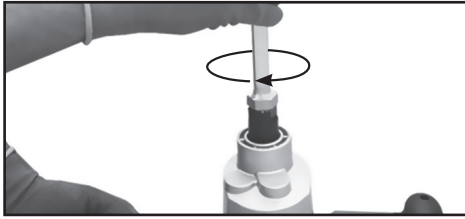
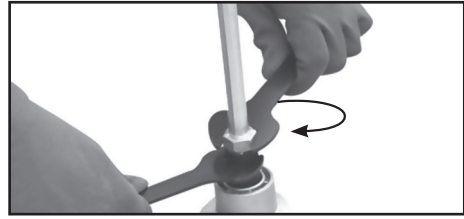

Fig. 2 - FIXAÇÃO DO BATEDOR NO EIXO
Fig. 3 - TRAVAMENTO DA HASTE NO EIXO
2. Rosqueie a outra ponta da haste do batedor no eixo do equipamento, utilizando 02 chaves de boca para apertar corretamente (Fig. 2 e Fig. 3).